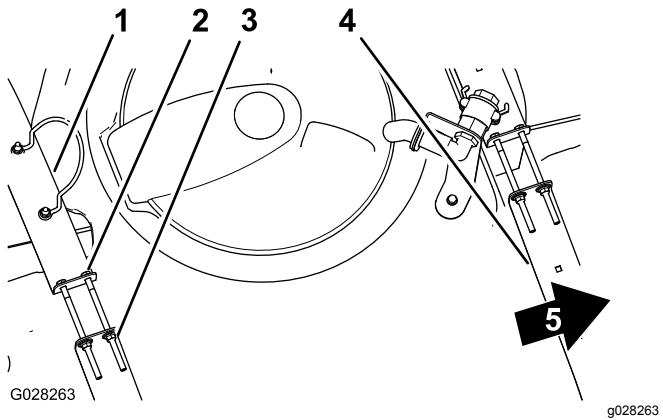

Figura 85
2. Verificate l'eventuale presenza di movimento tra le fasce del serbatoio e il serbatoio stesso (Figura 85).
3. Se le fasce risultano lente sul serbatoio, stringete i dadi di bloccaggio flangiati e i bulloni sulla parte superiore delle fasce fino a quando queste non sono pari alla superficie del serbatoio (Figura 85).